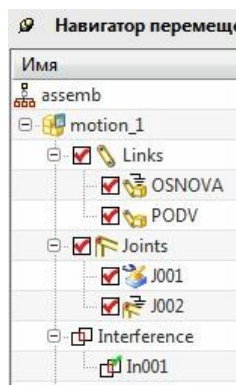

рис.42
- В навигаторе перемещений встроенная проверка на пересечения отражается с помощью соответствующей строки **Interference** (рис.42).